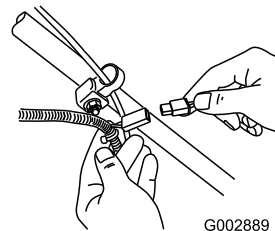

Bild 40
1. Schließen Sie das Ladegerät an den Kabelbaum des Rasenmähers an, der sich unter dem Zündschloss befindet (Bild 40).